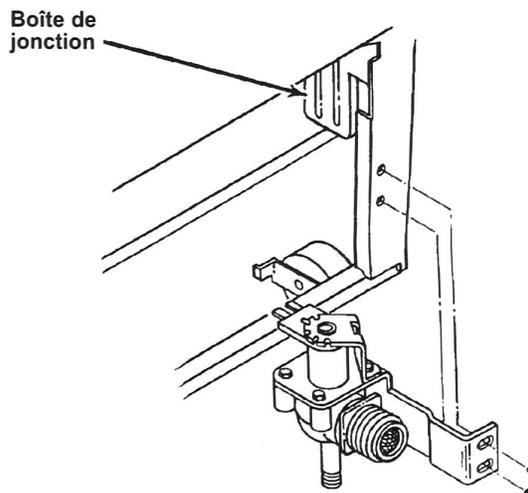

Figure 6
10. Les opérations d'installation suivantes se rapportent aux valves simples. Voir la Figure 6.